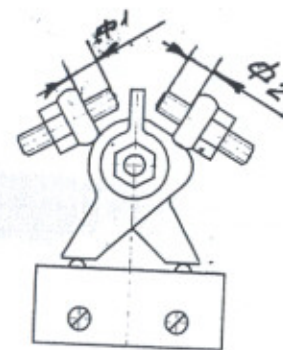
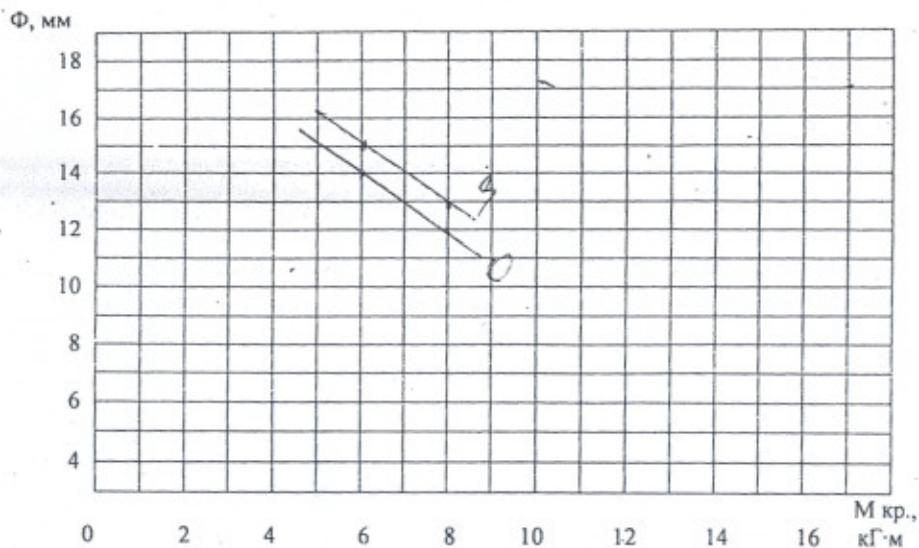

Рис. 4. Регулирование муфты крутящего момента
Рис. 5. График настройки крутящего момента
5.9 Регулирование муфты крутящего момента выполняется установкой размера  $\emptyset$  (рис.4). Размер  $\emptyset$  следует устанавливать в зависимости от требуемого крутящего момента по графику (рис.5) с точностью «плюс-минус» 0,2 мм. Линии графика, определяющие зависимость размера  $\emptyset$  от крутящего момента, для разных направлений вращения могут не совпадать и проводятся в виде двух линий: первая «З» – для закрытия, вторая «О» – для открытия.